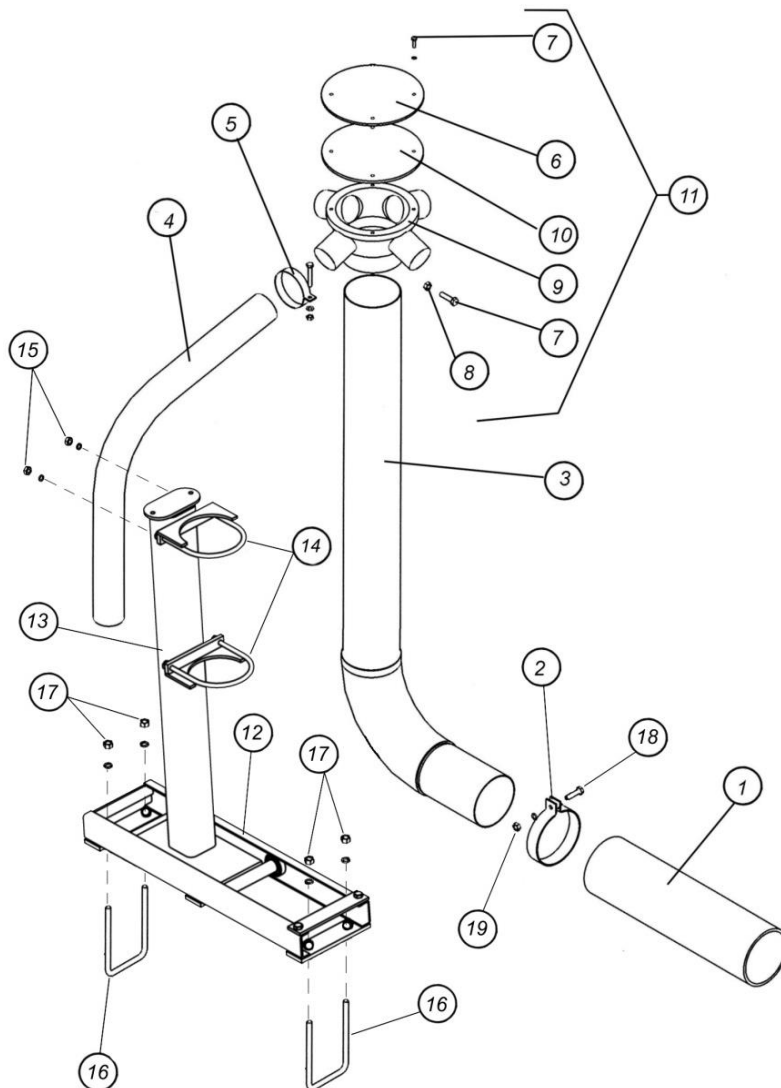

Рис.7.2.2. Узлы и детали первичного распределителя
7.2.2. Первичный коллектор-распределитель (рис.7.2.2)